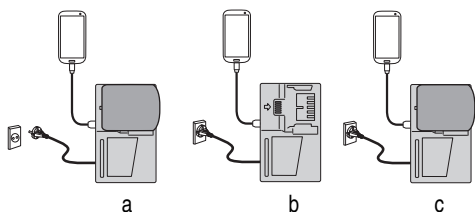

Fig. 8
- Chargement d'un périphérique USB à l'aide d'une batterie (Fig. 8-a)
- Charger un dispositif USB à partir d'une prise électrique (Fig. 8-b)
- Charger un dispositif USB et une batterie à partir d'une prise électrique (Fig. 8-c)